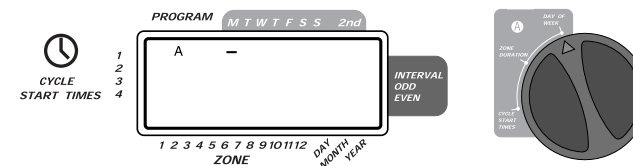

図6:散水曜日設定を表示したディスプレイ
- ロータリーダイヤルをプログラムAのDAY OF WEEKに合わせます。ディスプレイに「A」と表示され、カーソルが曜日を表すM,T,W,T,F,S,S(M/月、T/火、W/水、T/木、F/金、S/土、S/日)の下で点滅します。(図6参照)